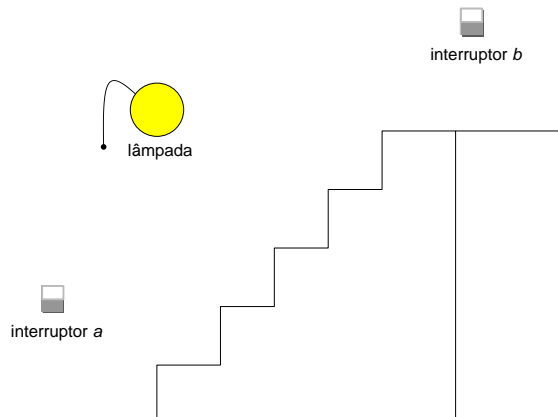

Figura 36 – Posicionamento relativo dos interruptores e da lâmpada.
1. Desenvolva um projeto que ligue/desligue uma lâmpada nas escadas duma casa (ver Figura 36). Neste caso existem dois interruptores (a - no rés-do-chão e b - no 1º andar); quando qualquer um dos interruptores é comutado, comuta também a iluminação das escadas. Inicialmente, quando os dois interruptores estão desativados, a luz encontra-se apagada.